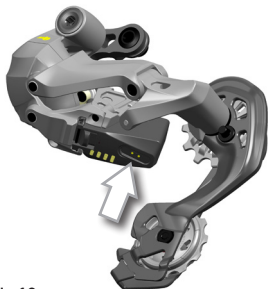

Fig.10
Se non riuscite a scendere sui pignoni più piccoli impugnate con la mano sinistra il corpo superiore del cambio e tirate verso di voi il corpo inferiore del cambio, ove presente la batteria (Fig.10).
- Se volete spostare il cambio su pignoni più piccoli: impugnate il corpo superiore del cambio e tirate verso di voi la parte inferiore del cambio, ove presente la batteria (Fig.10).